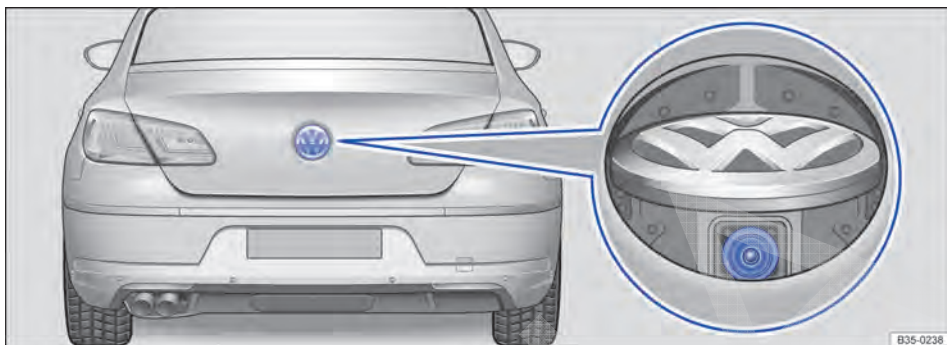

Fig. 157 Na tampa do compartimento de bagagem: local de instalação da câmera de marcha à ré.
Uma câmera na tampa do compartimento de bagagem ⇒ Fig. 157 apoia o condutor ao entrar na vaga de estacionamento em marcha à ré ou em manobras. A imagem da câmera é exibida junto com as guias e superfícies de orientação projetadas pelo sistema no display do rádio ou sistema de navegação instalado de fábrica.
- ✓ Uma imagem confiável e clara, por exemplo, condições de visibilidade boas e lentes limpas ⇒ Fig. 157.
A câmera de marcha à ré ⇒ Fig. 157 (lupa) somente fornece imagens bidimensionais. As reentrâncias, bem como os objetos salientes no solo ou as
Manter a lente da câmera ⇒ Fig. 157 (lupa) limpa, sem neve e sem gelo: